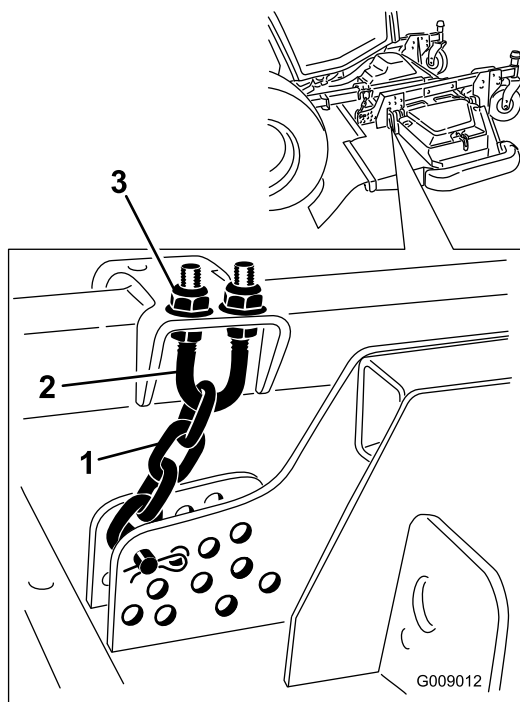

Рисунок 137
5. Отпустите верхние или нижние зажимные гайки на U-образном болте цепи высоты скашивания (Рисунок 137).